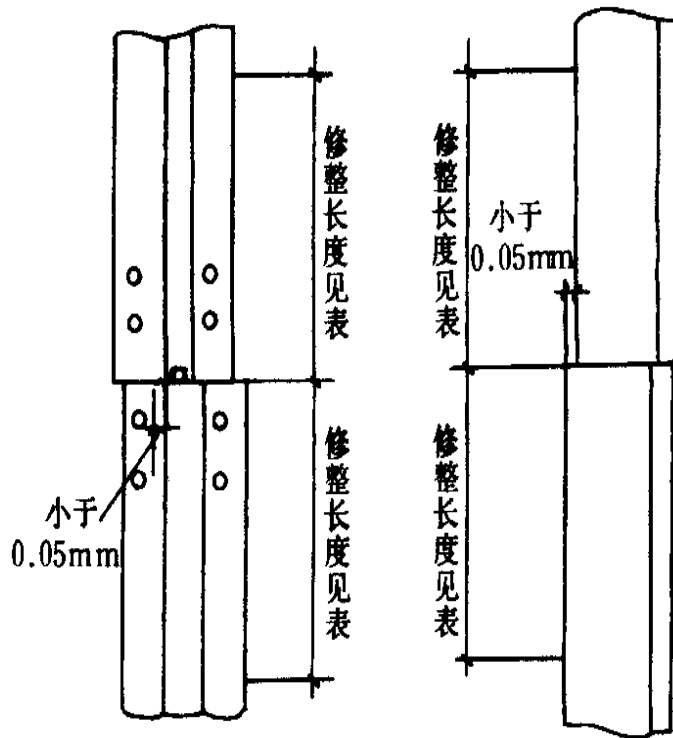

图 2-21 导轨连接板抛光
(3)两导轨的侧工作面和端面接头处的台阶应不大于 0.5mm (图 2-21)。